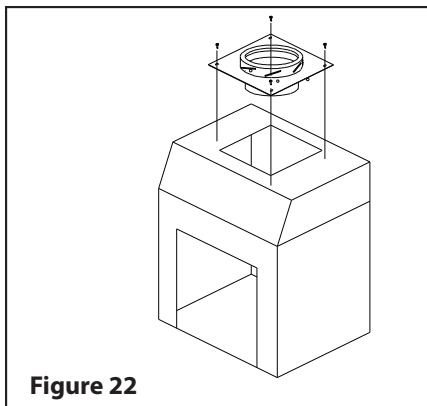

Figure 22
Étape 2. Murs de bois : Placez la moitié du coupe feu radiant murale isolé (WTI) dans le trou depuis l'extérieur. Clouez en place à l'aide de (4) clous de 2 po ou de vis de 1 po. Ce couple feu peut être ajustée de 7 po à 12 po. Assurez-vous que le matelas isolant est coupé de la bonne longueur en fonction de l'épaisseur du mur. De l'intérieur enrouler le matelas isolant autour du tube de la moitié du coupe feu radiant installé. Enrouler la tôle métallique autour du matelas isolant et la refermer. Glisser l'autre moitié de la bague murale isolée par l'intérieur sur partie extérieure.(voir Figure 22).
REMARQUE : La cavité entourant le coupe radiation doit être remplie de l' isolation (voir Figure 22).